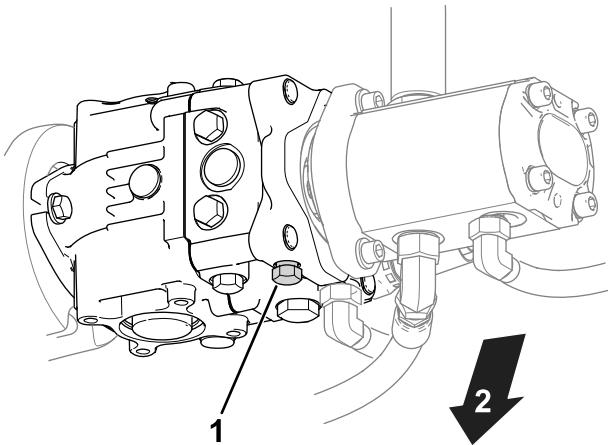

Bild 25
1. Ermitteln Sie das Sicherheitsventil an der Pumpe (Bild 25).